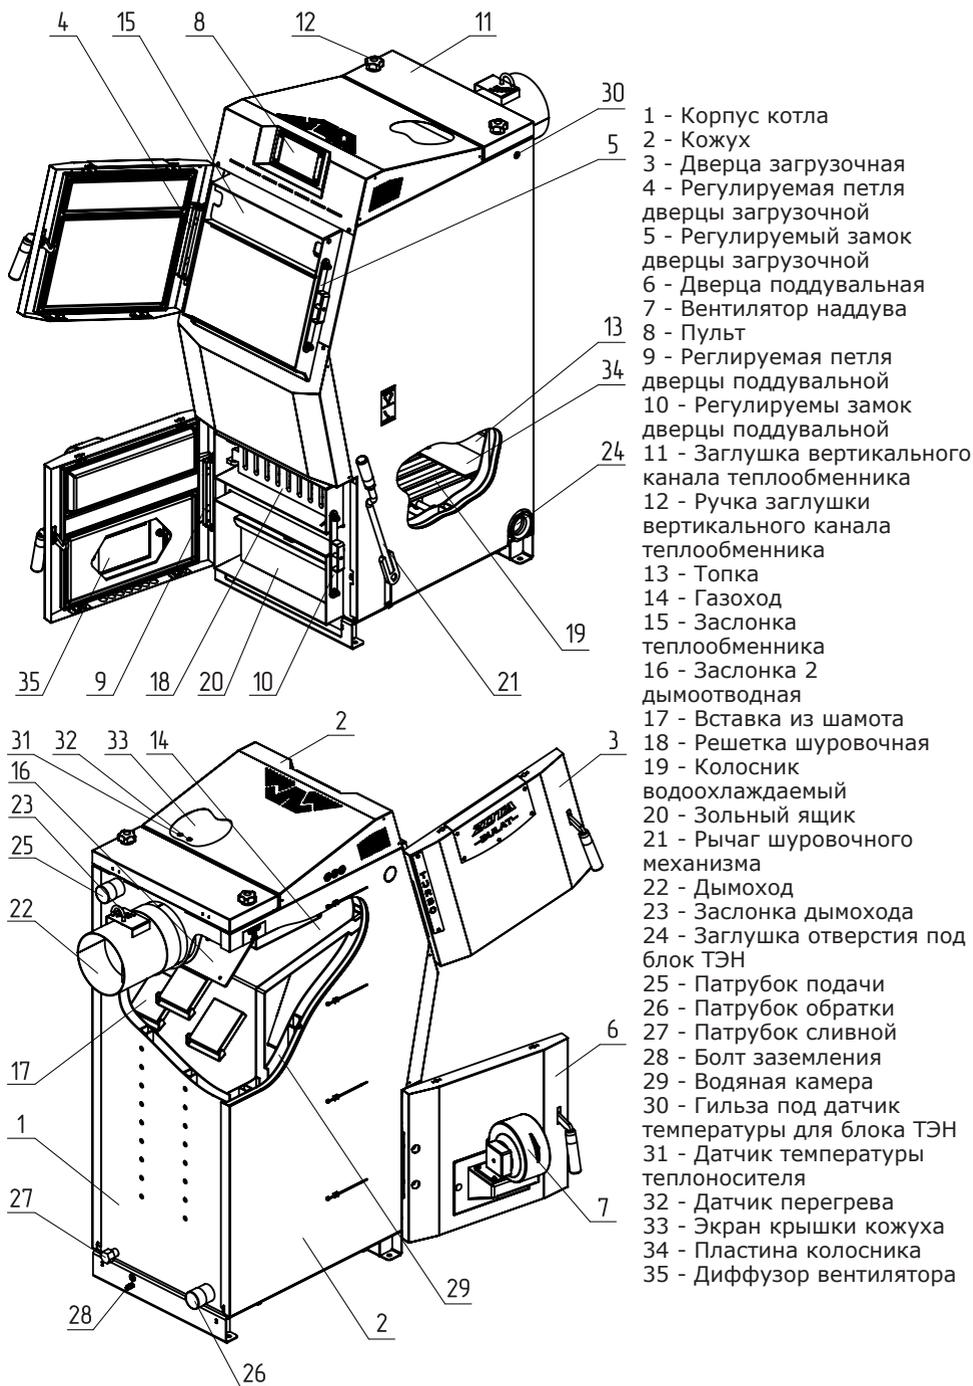

Рис.1 Конструкция отопительного котла
4.5.10. Эксплуатация котла без зольного ящика (Рис.1 поз.20).
5.1. Котел (Рис.1) состоит из корпуса (поз. 1), топки (поз.13), дымохода (поз.22). В нижней части топки находятся водоохлаждаемые колосники (поз. 19) и зольный ящик (поз.20).
Внимание! Не допускается эксплуатация котла, без установленного зольного ящика (Рис.1 поз.20). Эксплуатация котла без установленного зольного ящика приводит к прогоранию и деформации водонеохлаждаемых поверхностей котла. В случае нарушений условий эксплуатации котла, рекламации не принимаются.
Внимание! Не допускается эксплуатация котла, без установленной шуровочной решетки (Рис.1 поз.18). Отсутствие шуровочной решетки может привести к повреждению лакокрасочного покрытия и прогару поддувальной двери. В случае нарушений условий эксплуатации котла, рекламации не принимаются.
5.3. В корпус котла вмонтировано рычажное шуровочное устройство с приводом от рычага (Рис.1 поз.21) предназначенное для удаления золы с колосниковой решетки.
Внимание! Не допускается эксплуатация котла, без установленной заслонки (Рис.1 поз.15). Эксплуатация котла без установленной заслонки приводит к прогоранию и деформации водонехолаждаемых поверхностей котла. Котел не выходит на номинальную мощность. В случае нарушений условий эксплуатации котла, рекламации не принимаются.
• Откройте заглушку вертикального канала теплообменника (Рис.1 поз.11) и уберите заслонку 2 дымоотводную (Рис.1 поз.16);
- После установки шамотных кирпичей установите заслонку 2 дымоотводную (Рис.1 поз.16) и заглушку вертикального теплообменника (Рис.1 поз.11).